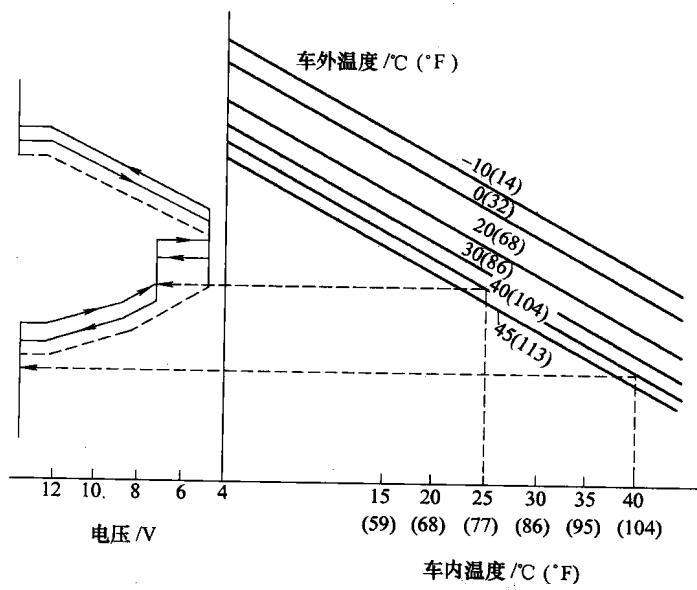

图 1-2 鼓风机自动控制
(1) 自动控制。空调电脑根据车内温度、车外温度、设定温度等控制鼓风机转速。一般来说，车内温度与设定温度之差越大，鼓风机转速就越高，如图 1-2 所示，若车内温度为 40℃，鼓风机工作电压为 12V(高速)；若车内温度为 25℃，鼓风机的工作电压为 7V(低速)。
(2) 转速控制。有些车型设定温度处于最低(18℃)或最高(32℃)时，鼓风机转速会固定在高速档运转。
(3) 鼓风机起动控制。鼓风机在起动时，工作电流会比稳定工作时电流大很多，为了防止烧坏鼓风机控制模组，不论鼓风机目标转速多少，在鼓